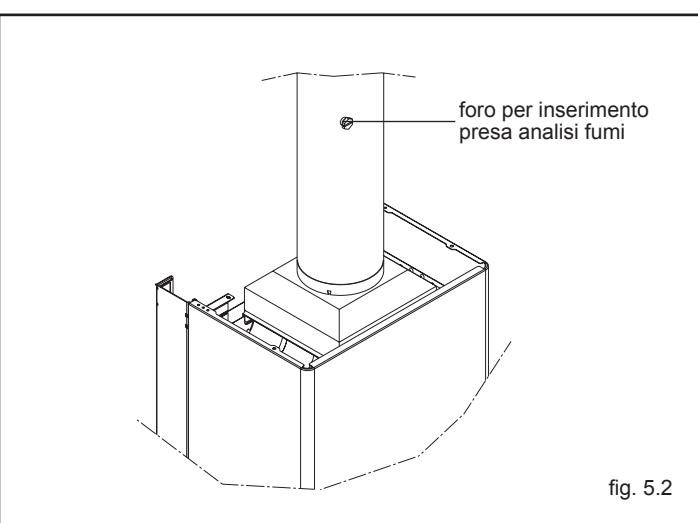

fig. 5.2
**!** Il foro per l'inserimento degli strumenti di analisi deve essere effettuato nel tratto di tubo rettilineo dopo l'uscita della cappa in conformità con quanto prescritto dalla normativa vigente (fig. 5.2).